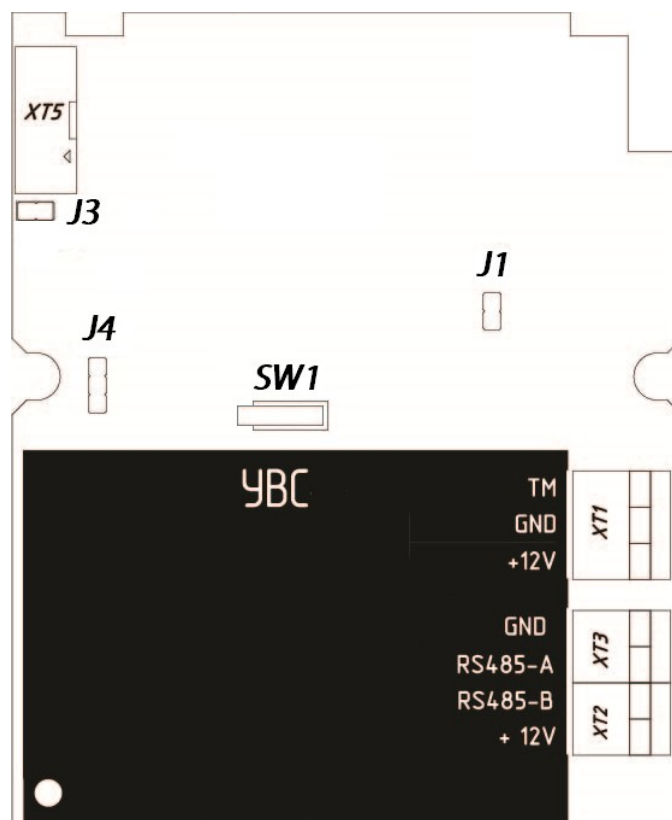

Рисунок 2.2. Назначение выводов устройства
Устройство подключается к объектовому прибору с помощью выводов, расположенных на печатной плате прибора (рисунок 2.2.).
- Выводы для подключения по Touch Memory отличаются от УВС-ТМ. Смотрите рисунок 2.2 разъем XT1.
- 4 Подсоединить к выводам на плате устройства (рисунок 2.2) провода для источника питания и шины RS-485 или Touch Memory. При этом общая длина проводов определяется расстоянием до подключаемого объектового прибора и составляет: